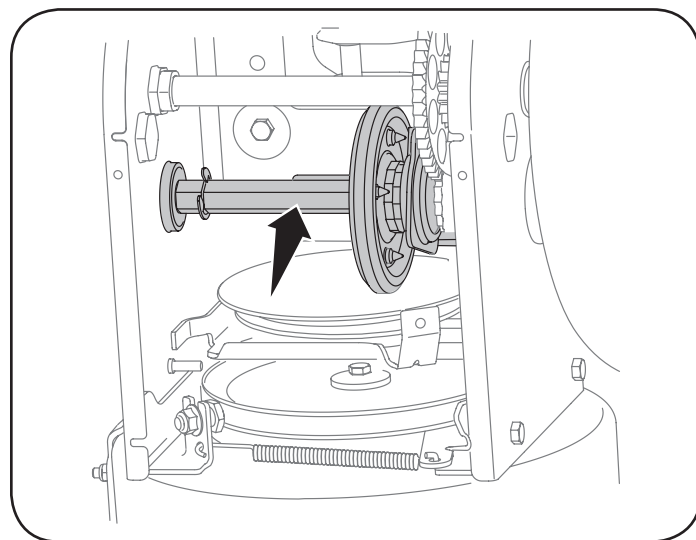

Figura 20
4. Aplique una capa ligera de producto antiagarrotamiento al eje hexagonal. Vea la Figura 20.